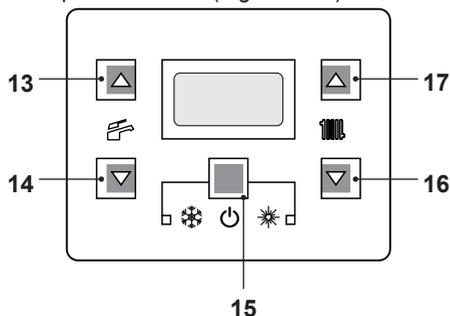
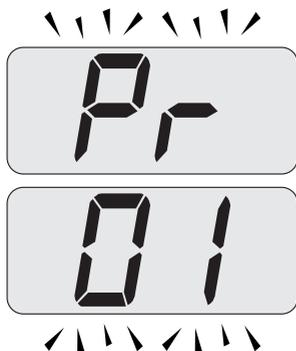
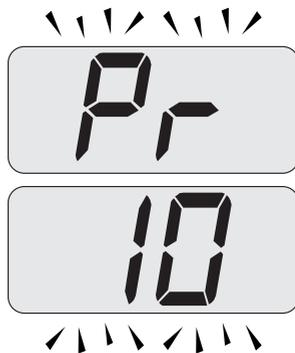

Figura 5.46
Figura 5.47
Figura 5.48
- Entrare in "modalità programmazione" premendo contemporaneamente per 10 secondi i tasti 15 - 16 - 17 (Figura 5.46) fino a far apparire sul display LCD le lettere **Pr** che si alternano con il codice **01**, indicanti l'entrata nel "parametro 01" (Figura 5.47).
indicanti l'entrata nel "parametro 10" (Figura 5.48).
- Premere contemporaneamente i tasti 15 e 17 (Figura 5.46) fino a far apparire sul display LCD il valore del parametro 10 (30=180 secondi) (Figura 5.49).
- Premendo il tasto 15 (Figura 5.46) si ottiene la conferma del valore inserito.
- Premendo contemporaneamente i tasti 15 e 16 (Figura 5.46) si esce senza modificare il valore (ritorno alla lista parametri Figura 5.48)
- Premendo contemporaneamente per 10 secondi i tasti 15 - 16 - 17 (Figura 5.46) si esce dalla "modalità programmazione".